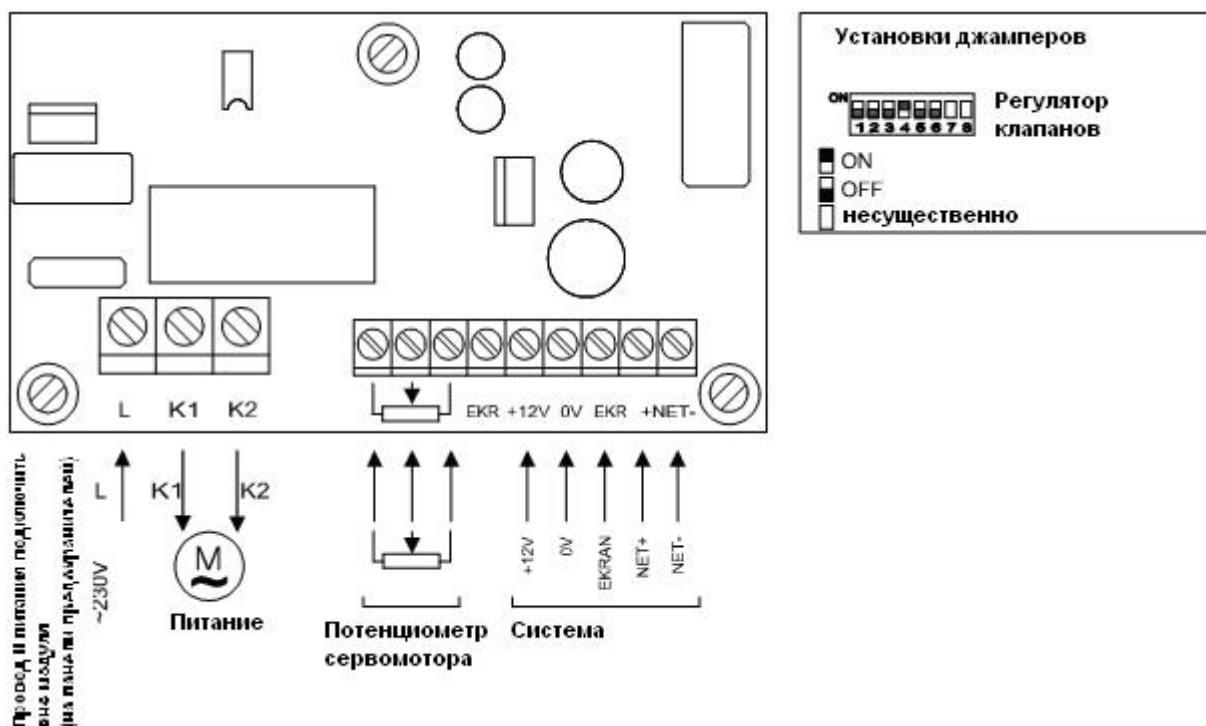

Рис. 4 Схема подключений модуля INLET-1
- Подключения электрические выполнить согласно схеме на **рис. 4**
- Конфигурирование для работы выполняется переключением джамперов согласно схеме на **рис. 4**